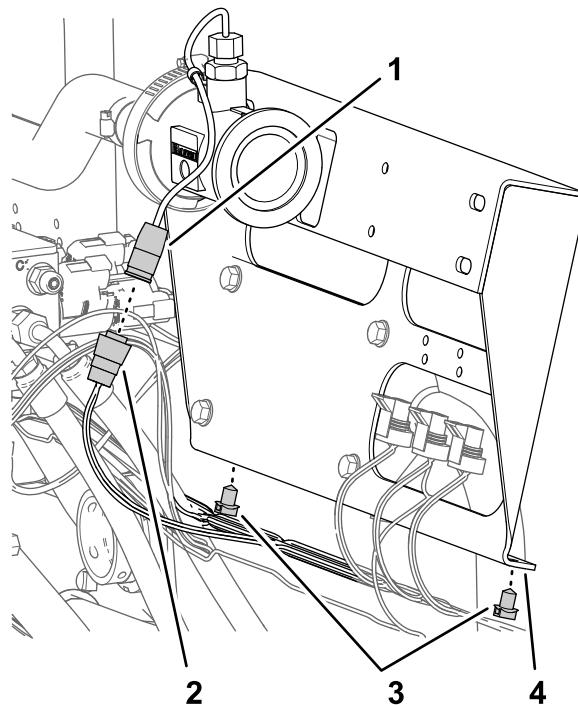

图72
2. 从喷洒段阀支架的底部法兰卸下机器线束的 2 个推进式紧固件 图72。